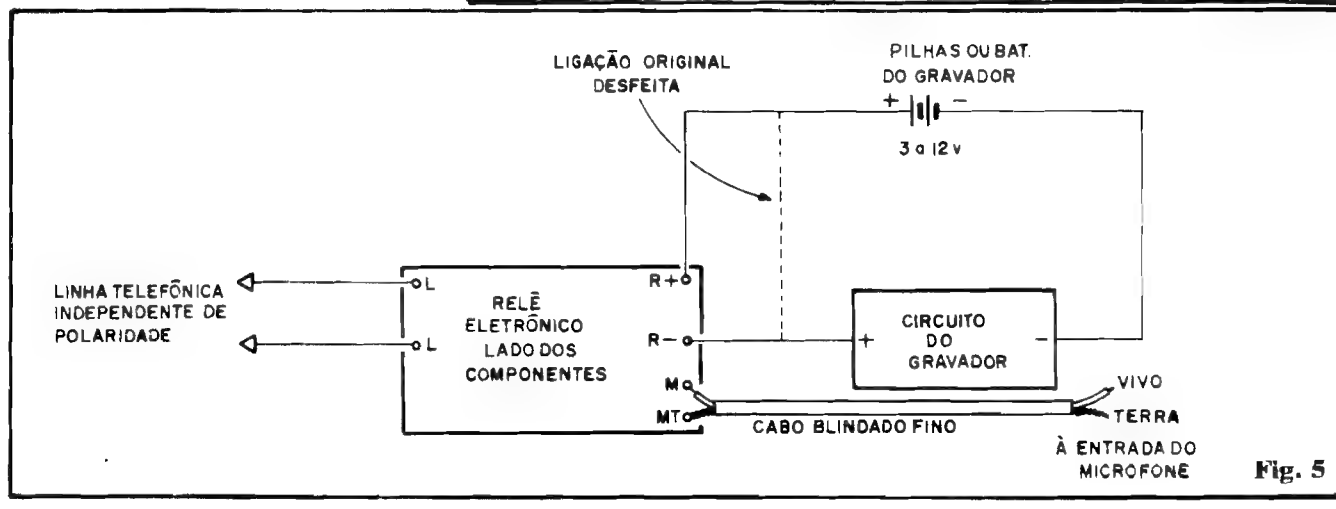
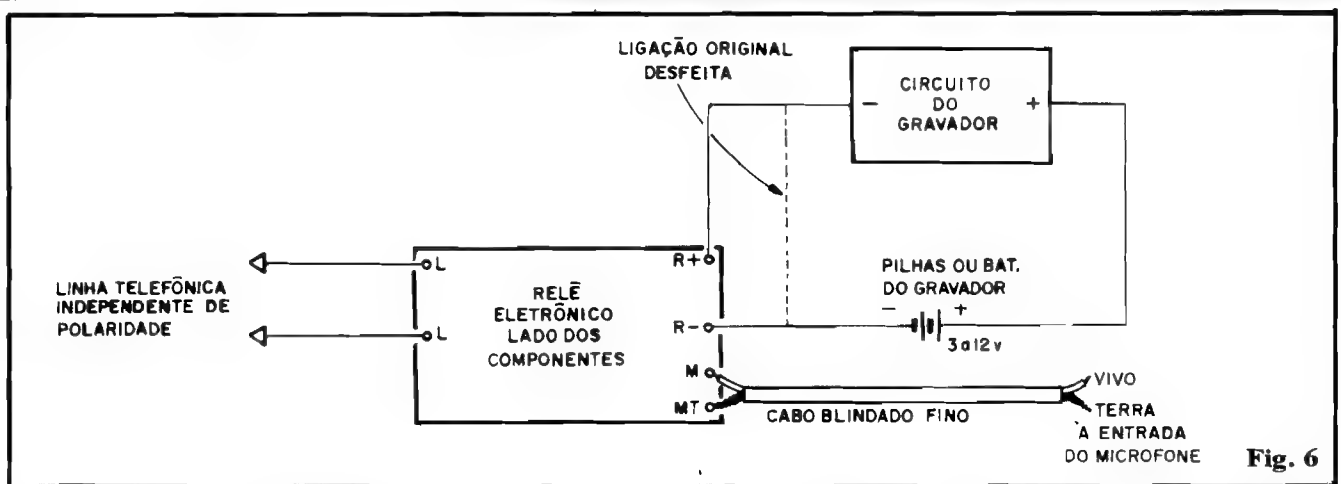
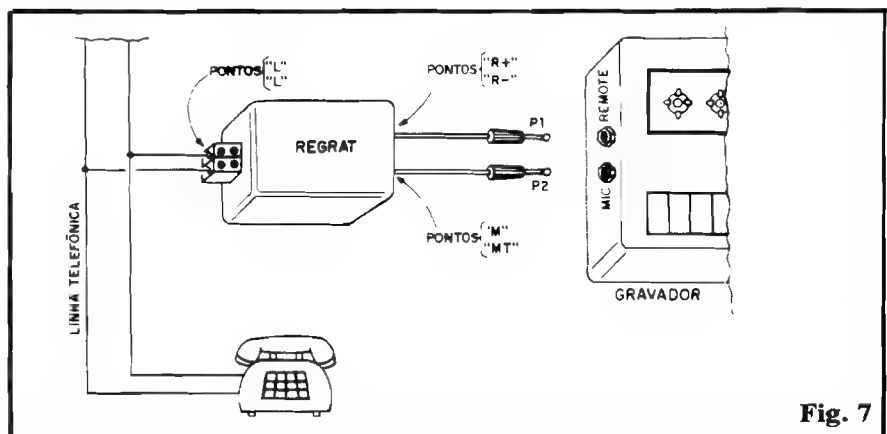

Fig. 5
Fig. 6
Fig. 7
- **FIG. 5** - Primeiro “modelo” de acoplamento” do REGRAT com o gravador... Notar que o bloco rotulado de “Circuito do Gravador” inclui toda a parte eletrônica deste, **mais** seu motor... Observar a ligação interna do circuito do gravador, que deve ser desfeita (interrompida) para o acoplamento do chaveamento eletrônico feito pelo REGRAT. Atenção às polaridades (todas claramente indicadas) e à necessidade de se usar cabo blindado mono, fino, para a conexão à Entrada de Microfone do gravador...
- **FIG. 6** - Segundo “modelo” de
acoplamento REGRAT/gravador... Dependendo do circuito interno do gravador, de qual polaridade tem sua referência interna de "terra", uma das duas soluções (fig. 5 ou fig. 6) deverá dar melhores resultados do que outra... Assim, é conveniente que o Leitor/Hobbysta experimente ambas e verifique qual mostra funcionamento mais consistente. Notar que nessa configuração (ao contrário da mostrada na fig. 5) é a linha do **negativo** da alimentação interna do gravador que deve sofrer a "ruptura" e intercalação do REGRAT... Como sempre, **ATENÇÃO** às polaridades indicadas e à presença de cabagem blindada na interconexão de Microfone...
- **FIG. 7** - Os "modelos" de instalação mostrados nas figs. 5 e 6 pressupõem o "embutimento" da plaquinha do REGRAT em qualquer pequeno espaço "sobrante" dentro da própria caixa do gravador acoplado... Alguns gravadores, porém, apresentam acessos (jaques) externos para "Remote" e "Microfone"... Nesse caso, conforme ilustra o diagrama, o REGRAT pode ser abrigado em caixinha independente, autônoma, dotada dos convenientes cabos e plugues para conexão aos tais jaques do gravador! Observar, na mesma figura, a forma como os pontos "L-L" são ligados à linha telefônica (e que - eletricamente - também vale para os arranjos mostrados nas figs. 5 e 6...). Especificamente quanto ao cabo/plugue P1 que deve ser ligado
fios que, internamente, vão a taíques. Já nos gravadores "mini" e "micro", normalmente não há acesso externo às funções "Remote" e "Mic", devendo então as ligações serem feitas conforme Instruções básicas mostradas nas figs. 5 e 6.